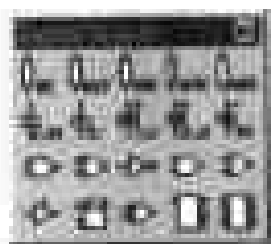

图 2-6 常用器件
- 常用器件工具栏(Digital Objects)——在菜单栏中选择 View > Toolbars > Digital Objects,即可打开常用器件工具栏(如图 2-6 所示),其中包含了电阻、电容、运算器件、集成芯